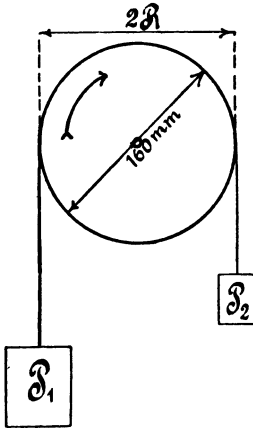

Fig. 61.
207. Ein Reihenelektromotor soll gebremst werden. Zu dem Zweck wird gemessen: die Klemmenspannung $e = 100$ [120] (220) V, die Stromstärke $i = 10$ [12] (8) A, die Tourenzahl $n = 1500$ [1800] (1200) pro Minute, der Anker- und Magnetwiderstand $w_a + w_m = 2$ [1] (1) Ω , die Bremsgewichte $P_1 = 6$ [7,5] (15,5) kg, $P_2 = 0,8$ [1] (2,5) kg und der Scheibendurchmesser $2 R = 160$ mm. (Fig. 61.) Gesucht: